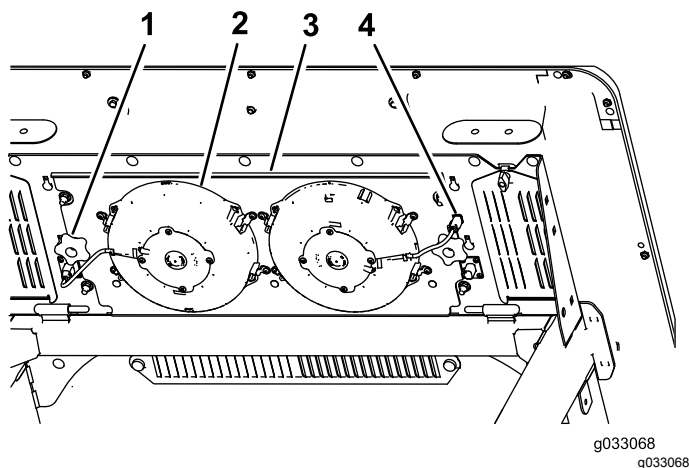

図 95
3. ファン用のプラグとコードをソケットから外す 図 95。
4. ファンパネルアセンブリとファンをキャブの上部に固定しているノブ 2 個ボルトを外してアセンブリを外す 図 95。